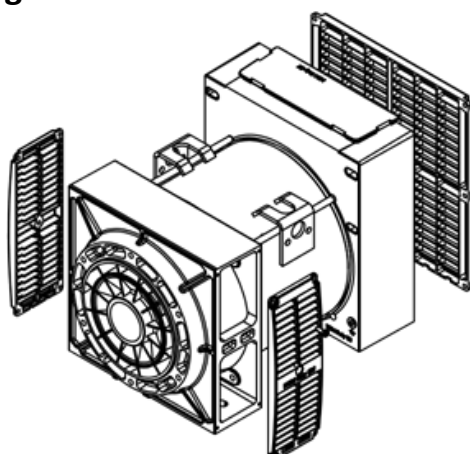

fig.2
5. I tilfælde af en maskine med børster, kontroller regelmæssigt børsterne og glide ringens slid og sørg for, at deres position er godt centreret på glideringen (fig. 2).